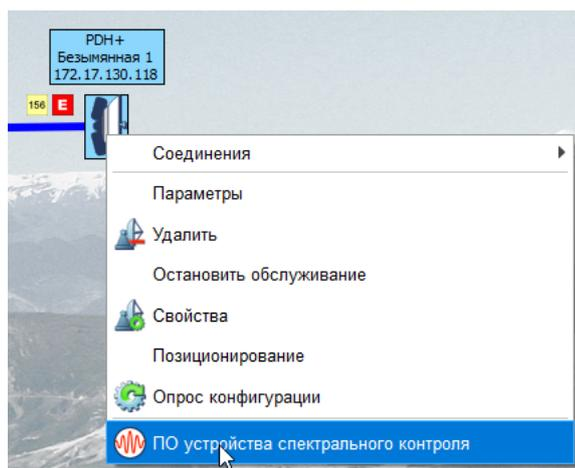

Рис. 105
6.12.2. СПО "Мастер М" предоставляет оператору возможность запуска специализированного ПО УСК из пункта "ПО устройства спектрального контроля" контекстного меню станций, как показано на рис. 105.